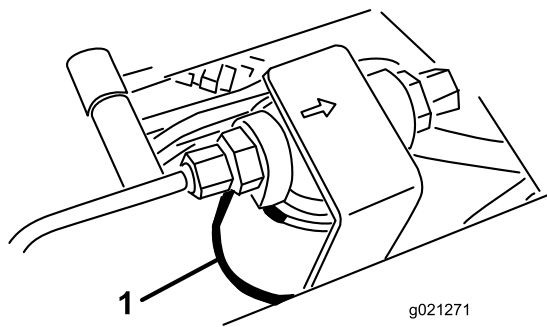
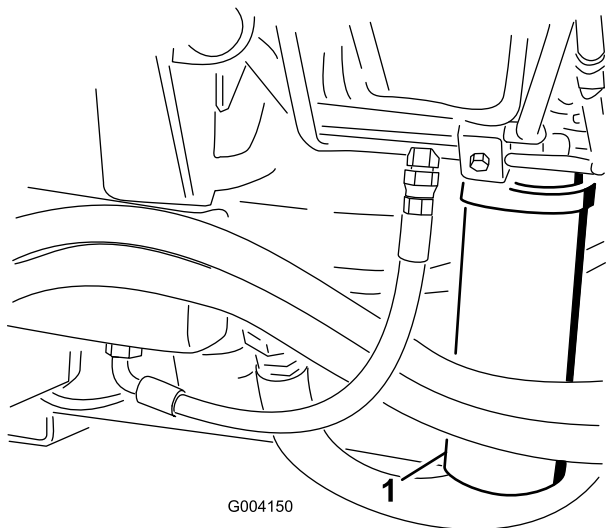

Figura 92
Figura 93
2. Pulite l'area di montaggio del filtro e collocate una bacinella di spurgo sotto il filtro (Figura 92) e (Figura 93).